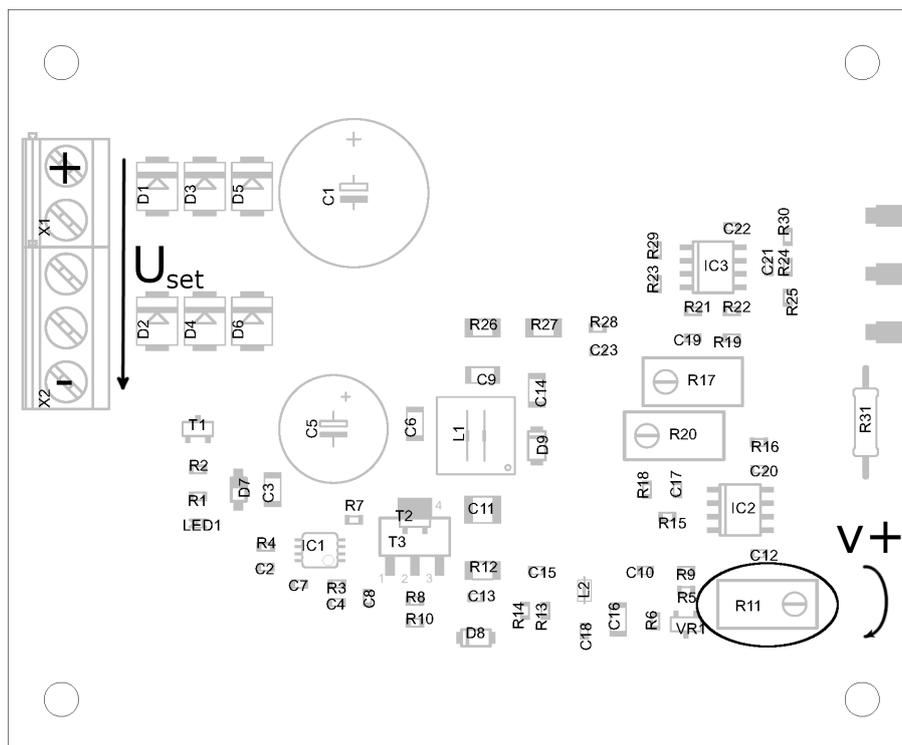

Bild 3: Draufsicht auf die EIDampf-Platine
3. Optional: Drehen sie den Potentiometer R11 (siehe Bild 3, Seite 7) bis zum Anschlag gegen den Uhrzeigersinn, um die minimale Stellgeschwindigkeit einzustellen.
5. Failsafe auslösen und Einstellspannung gemäß zugehöriger Kennlinie mittels Potentiometer R11 (siehe Bild 3 auf die gewünschte Stellgeschwindigkeit/Stellzeit einstellen (siehe zutreffende Kennlinie ab Seite 9)